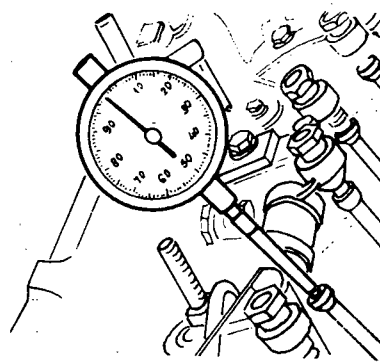

Fig. 2
- a Coloque um indicador de quadrante (fig. 2) e controle o deslocamento da vareta da válvula.